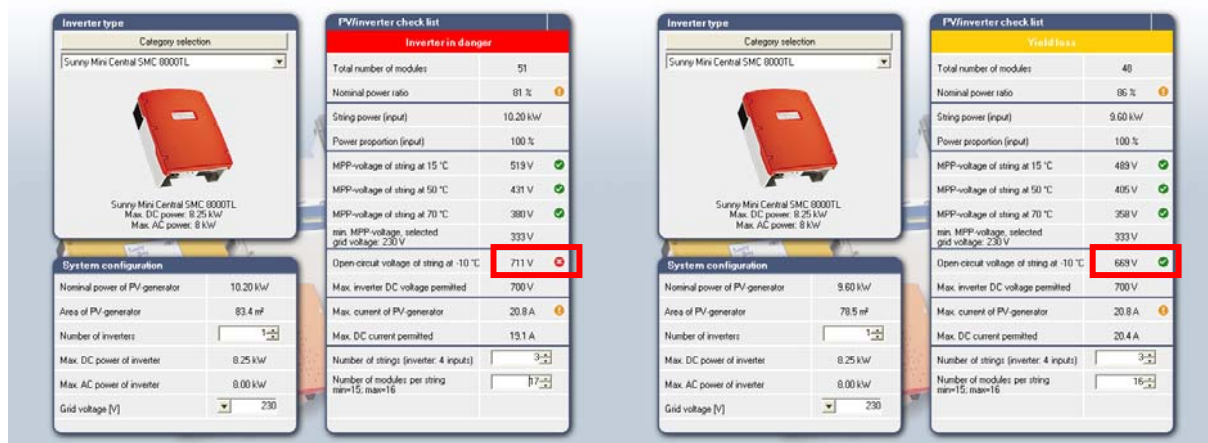

Figure 3 : Résultats de la vérification du dimensionnement des strings (SMA Sunny Design)
**Remarque :** La plupart des fabricants d'onduleurs proposent un logiciel de vérification de la combinaison modules – onduleur en fonction de la configuration de l'installation et du lieu du projet. Le résultat de la vérification des deux combinaisons proposées plus haut est montré à la Figure 3 ci-dessous.